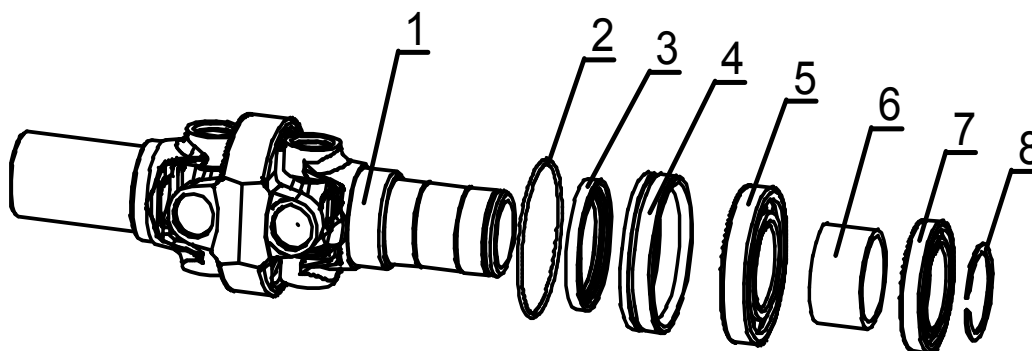

Рис.5.16
- 3) снимите стопорное кольцо (8), (рисунок 5.16), с вилки сдвоенного шарнира (1);
- 4) снимите, при помощи съёмника, подшипник (7), (рисунок 5.16);
- 5) достаньте дистанционную втулку (6), (рисунок 5.16);
- 6) снимите, при помощи съёмника, подшипник (5), (рисунок 5.16), и достаньте обойму (4) с запрессованной манжетой (3) и резиновым кольцом (2);